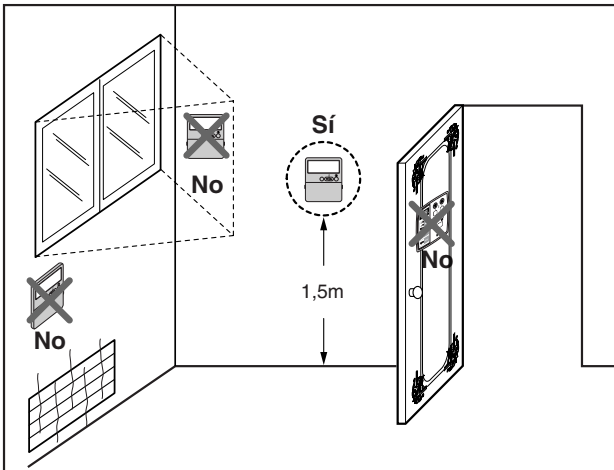

Fig.1 Emplazamientos habituales para el mando a distancia
- Este mando a distancia está equipado con una pantalla LED de siete segmentos. Para una buena visualización de la pantalla del mando a distancia, éste deberá estar bien instalado tal y como muestra la Fig.1. (La altura estándar es entre 1,2m y 1,5. sobre el nivel del suelo).